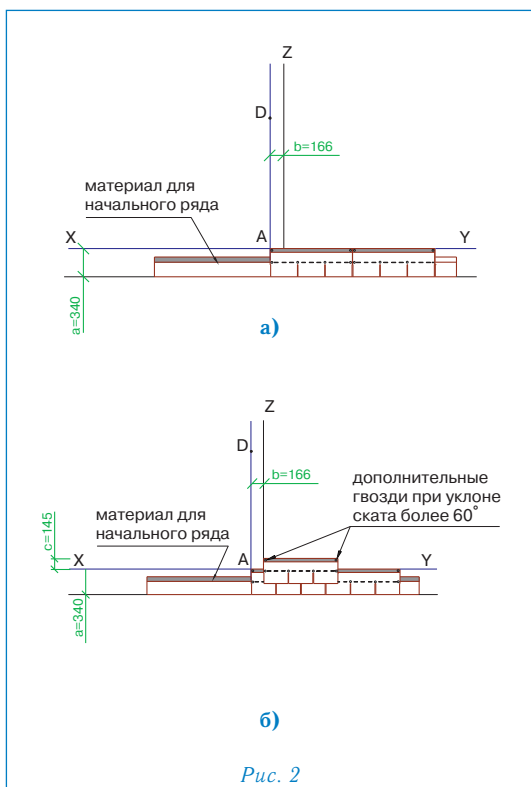

Рис. 2
Укладка материала (рис. 2)
- По линии карниза укладывается специальный самоклеющийся рулонный материал для начального ряда, при этом предварительно снимается защитная пленка с его изнаночной стороны (рис. 2а);
- укладка черепицы начинается от линии AD, при этом ее верхний край выравнивается по линии XY (рис. 2б);
- следующий ряд укладывается от линии Z (со смещением 16,6 см от AD) (рис. 2б);